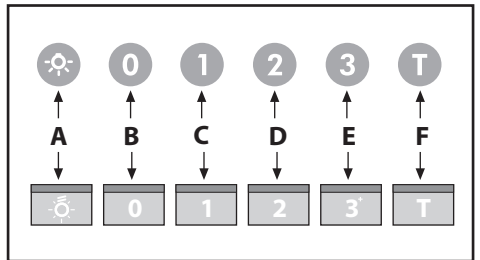

Fig.11
• **Betjening-senhed lysende (Fig.11)** er følgende tegnforklaring gældende: